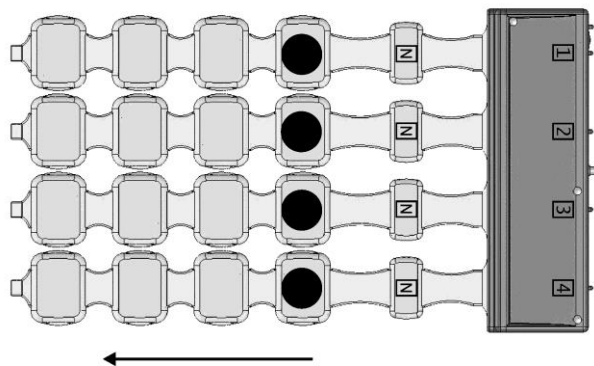

Рис. 18
- «бегущая вертикаль» (рис. 18) - одновременное возбуждение одноименных индукторов во всех линейках с последующим однонаправленным возбуждением соседних индукторов по циклическому закону, цикл для данного типа развертки составляет четыре «шага» возбуждения соседних индукторов (по числу индукторов в линейке);